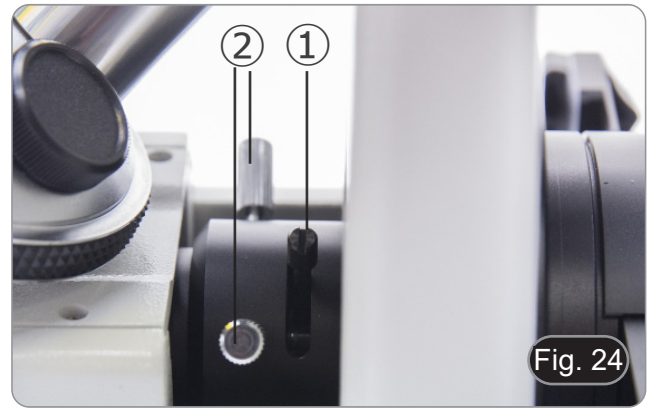

Fig. 24
2. Drehen den Feldblendenhebel ①, um die Membran vollständig zu schließen. (Fig. 24)
3. Drehen die beiden Zentrierschrauben ②, um das Membranbild in die Mitte des Sichtfeldes zu bringen.